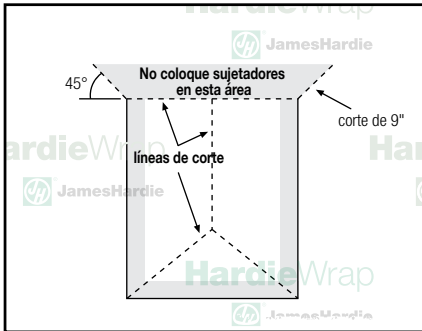

ilustración 3
Paso 1: Use el corte en "Y" invertida en las aberturas rústicas de ventanas y puertas. No coloque los sujetadores dentro de 9" de la abertura rústica o de los dinteles de puertas o ventanas. Esta área no se debería de sujetar para permitir la instalación apropiada del tapajuntas. En las esquinas superiores de la abertura rústica, recorte la barrera contra el clima a 45° para extenderla a 9" pasando la unión (ilustración 3).